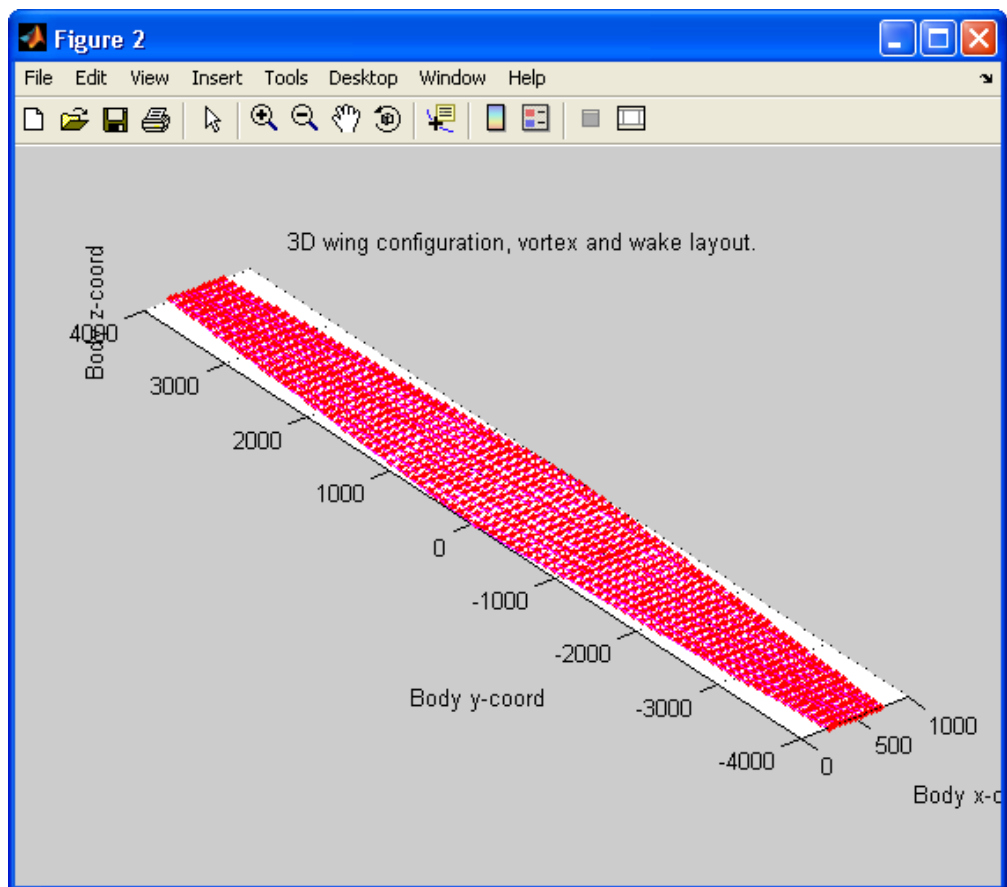

Рисунок 1.14 - Сгенерированные вихри
3. Сгенерированные вихри на крыле (см. Рисунок 1.14).